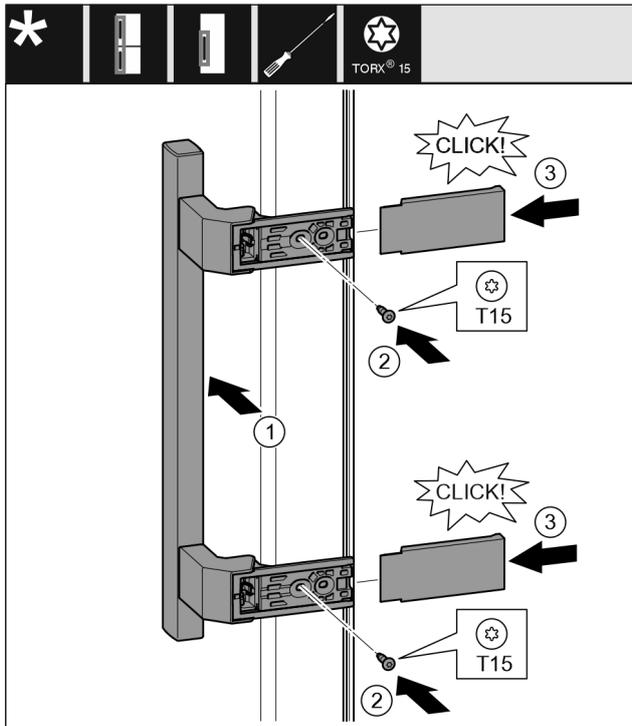

Fig. 15
- ▶ Rankenėlę uždėkite priešingoje pusėje. Fig. 15 (1)
- ▶ Tvirtai prisukite varžtus atsuktuvu T15. Fig. 15 (2)
- ▶ Uždėkite dengiamąsias plokšteles ir jas užmaukite. Fig. 15 (3)